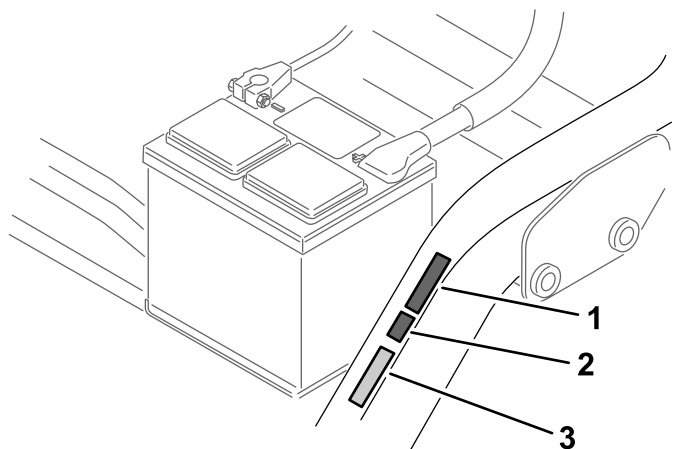

Figura 15
- Coloque o autocolante de conformidade CE junto da placa do número de série (Figura 15).
- Coloque o autocolante CE do ano de fabrico junto do autocolante de conformidade CE (Figura 15).